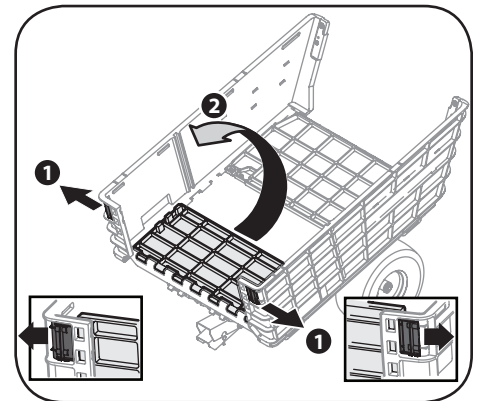

Figura 3-6
9. Con los dos lados ahora levantados, eleve el panel delantero e inserte el panel delantero en los paneles laterales, tire hacia afuera en las lengüetas hasta que encajen en su lugar. Consulte la Figura 3-6.